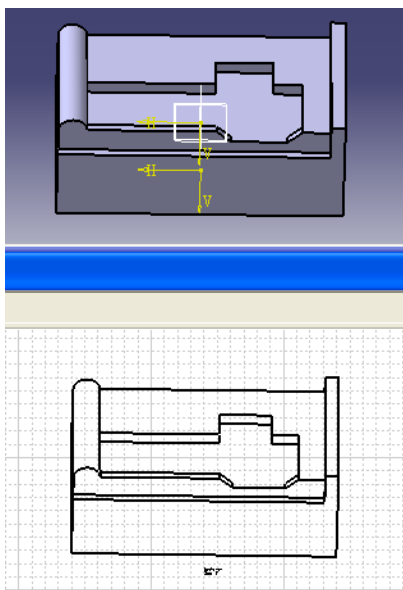

图 7-8
(4) Isometric View  (点击  右下方倒三角形), 生成与三维视图相同的二维视图 (见图 7-8)。